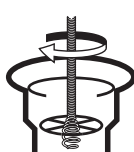

Figure 2
- Enfilez le câble via la bonde (Figure 2).